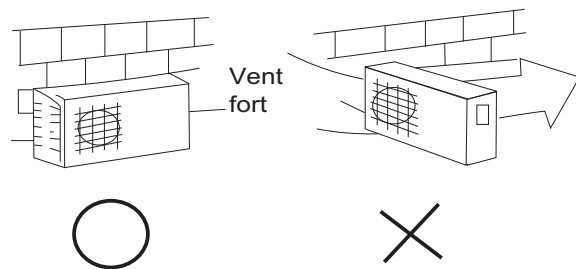

Fig. 9 – Installation sous vent fort
1. Sélectionnez l'emplacement d'installation de l'appareil extérieur en respectant les exigences d'installation. Pour éviter une exposition au vent, installez l'appareil extérieur en orientant l'entrée d'air vers le mur (voir la figure 9).